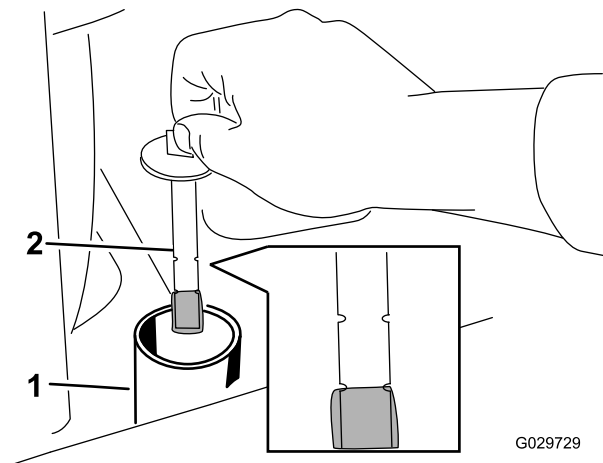

Bild 63
8. Nehmen Sie den Deckel des Füllstutzens ab und prüfen Sie den Ölstand am Peilstab (Bild 63).